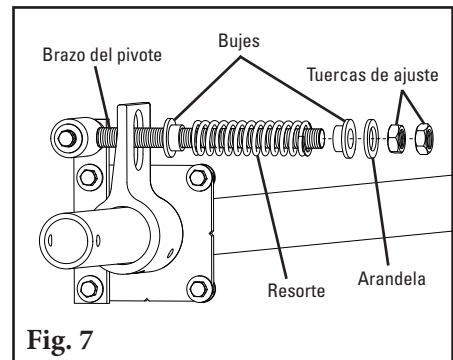

Fig. 7
- Reensamble el ensamble del resorte.** Deslice el resorte, arandela y bujes en el brazo del pivote y gire las dos tuercas de ajuste de manera que aproximadamente 6mm (1/4") del brazo del pivote quede expuesta sobre las tuercas (Fig. 7).